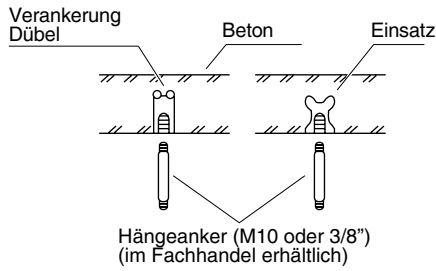

Abb. 3-91
- Die Hängeanker einsetzen, wie in Abb. 3-91 gezeigt. oder
- (2) Die Hängeanker hineindrehen, wobei diese aus der Decke herausragen müssen, wie in Abb. 3-91 gezeigt. (Nötigenfalls muss die Deckenverkleidung modifiziert werden.)